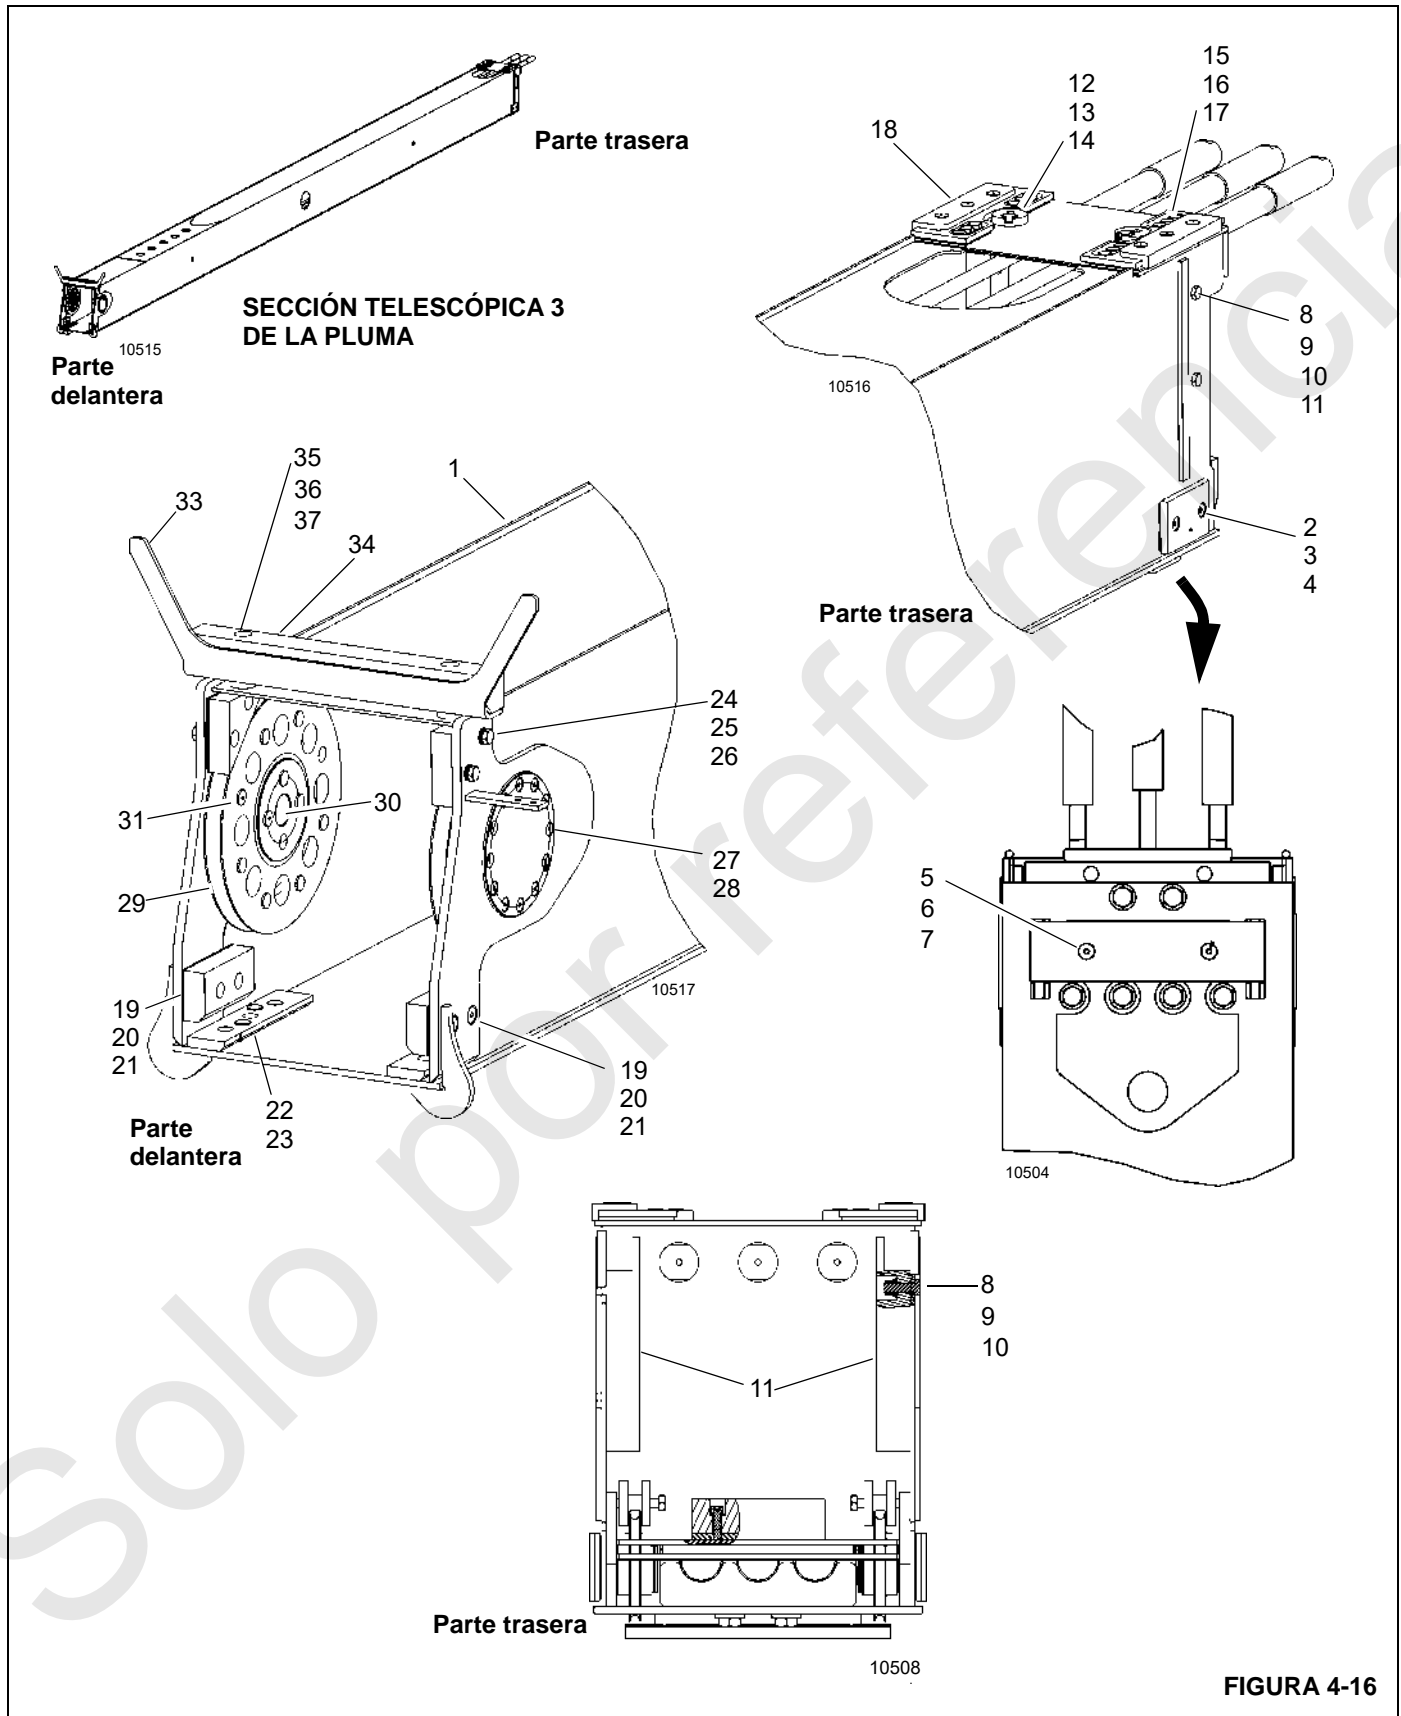

FIGURA 4-16
Utilice el siguiente procedimiento para desarmar y retirar la sección telescópica 4 de la sección telescópica 3 (1, Figura 4-16) de la pluma.
7. Retire y marque los pernos (19, Figura 4-16), suplementos (20) y las almohadillas de desgaste (21) del costado, de la punta de la sección telescópica 3 de la pluma (1).
8. Retire y marque los pernos (22) y las almohadillas de desgaste inferiores (23) de la punta de la sección telescópica 3 de la pluma (1).
9. Retire y marque los pernos (24), suplementos (25) y las almohadillas de desgaste (26) de la parte superior de la sección telescópica 3 de la pluma (1).
10. Retire los pernos de cabeza hueca (27) de los pasadores de la polea de extensión 3/4/5 (28) y retire los pasadores de la polea de extensión 3/4/5 mientras se quitan las poleas de extensión 3/4/5 (29).
Figura 4-16 de la pluma
Figura 4-16 de la pluma (continuación)